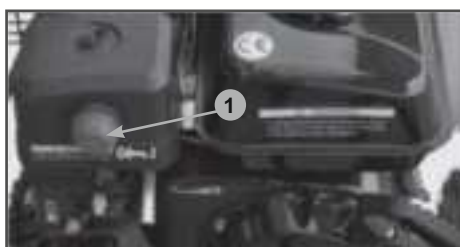

Рис. 18
6. Нажмите 3-5 раза на ручной топливный насос 1 (Рис. 18). В случае если двигатель прогреет, нажмите на насос всего 2-3 раза.